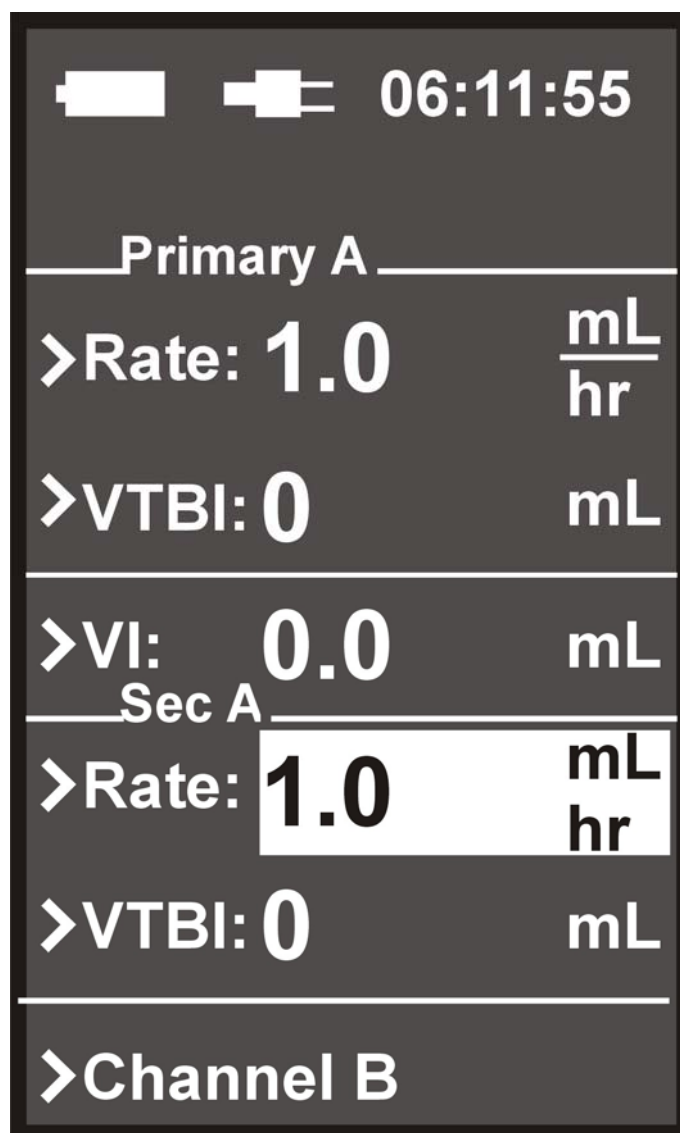

Figura 4-2. Display programmazione infusione secondaria
- b. Osservare che il display venga diviso e che compaiano le voci Rate e VTBI relativi all'infusione secondaria con la voce Rate (dell'infusione secondaria) evidenziata (**Vedere Figura 4-2**)